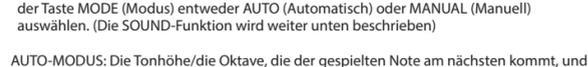

Abb. 1 Anzeigebeispiel (reine Stimmung)
- Spiele Sie mit einem Instrument einen einzelnen Ton. (Platzieren Sie das Instrument in der Nähe des Geräts, wenn das eingebaute Mikrofon zum Stimmen benutzt wird) Auf dem Stimmgerät und in der Cent-Anzeige werden der Name und die Oktave der Note angezeigt, die der gespielten am nächsten kommt, und ob die gespielte Note erhöht oder erniedrigt ist. Sie können Ihr Instrument stimmen, indem Sie eine Note spielen und die entsprechende Saite solange verstellen, bis sich die Nadel des Stimmgeräts an der Markierung ▼ befindet bzw. die Cent-Anzeige 0 Cent anzeigt. Die grüne LED in der Mitte der Stimmanzeige blinkt, wenn das Instrument gestimmt ist. (Siehe Abb. 1)